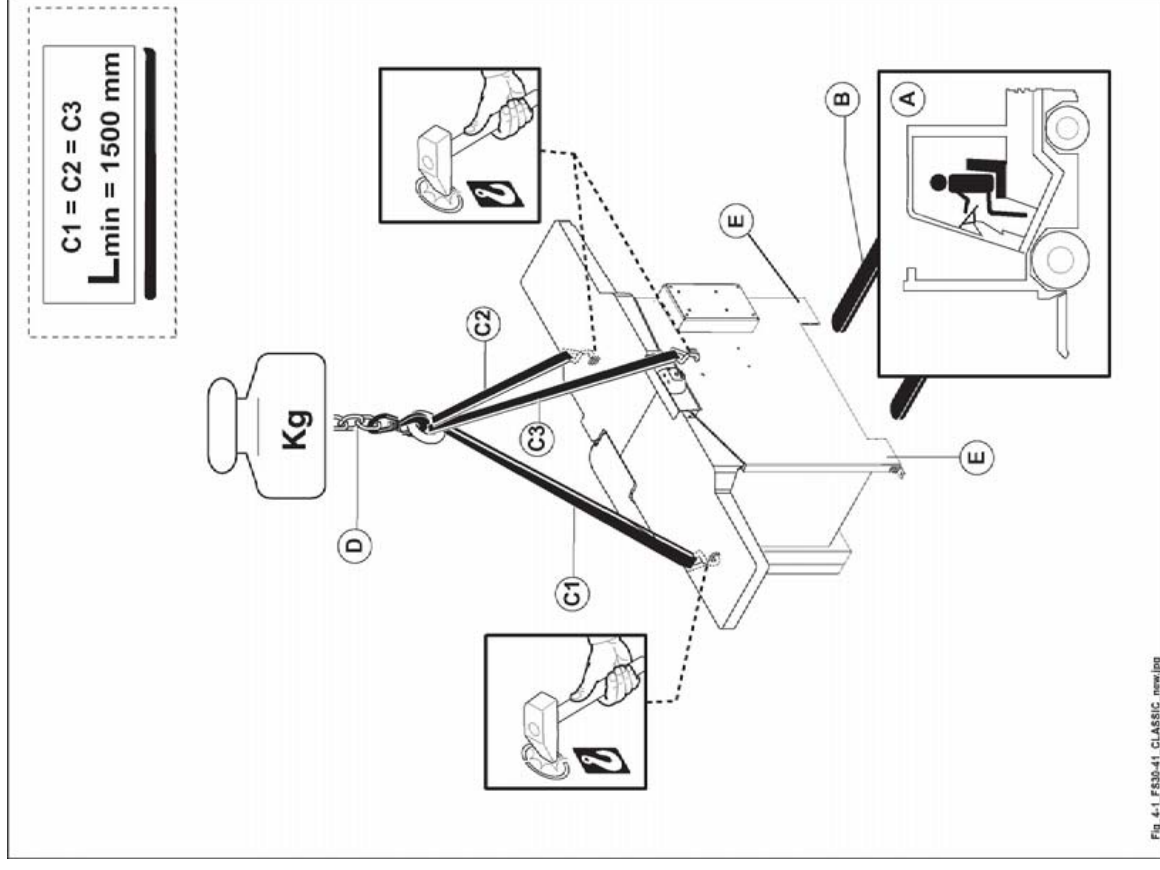

Abb. 4.1
- Die Maschine durch Kran oder andere Hebevorrichtung durch Hacken der Seile heben (siehe Abb. 4.1).
- Riemen (C Abb. 4.1) mit der gleichen Länge und Tragkraft vorbereiten (Riemenmindestlänge 1500 mm);
- Riemen heben und wie auf der Abbildung 4.1 dargestellt, positionieren;
- Riemen am Kran (D Abb. 4.1) (mit ausreichender Tragkraft) anhängen;
- Riemen (C Abb. 4.1) richtig anordnen, indem der Kran jeweils etwas versetzt wird, bis man die optimale Stabilität erreicht hat;
- hubwagen (A Abb. 4.1) mit entsprechender Tragfähigkeit vorbereiten;
- die Gabeln des Gabelstaplers (B Abb. 4.1) gemäß Bild einschieben (neben den beiden Füßen (E Abb. 4.1) und sich vergewissern, daß diese wenigstens 15 cm vom hinteren Teil des Maschinengestells hervorstehen.